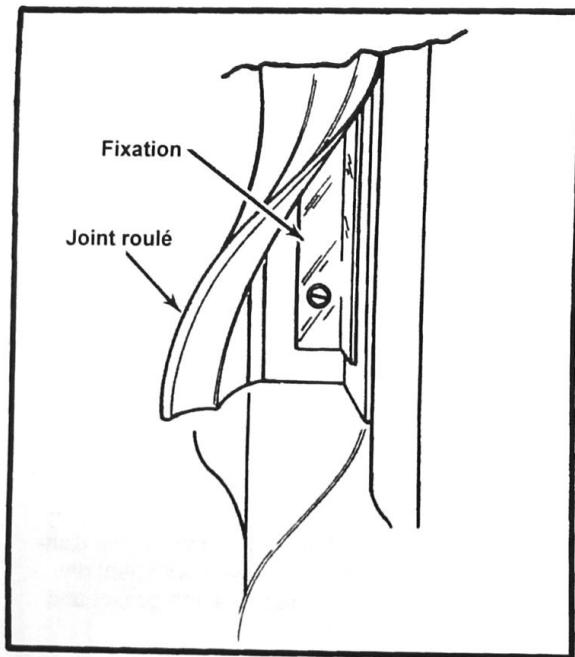

Figure 1
1. Commencer par déposer la vis qui se trouve à l'angle inférieur, d'un côté ou de l'autre. Rouler le joint pour déposer la vis. Voir la Figure 1.